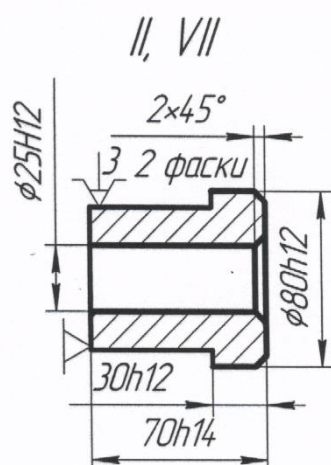

Рисунок 3-Операционный эскиз
3. Для токарной операции разработан операционный эскиз и заданы исполнительные размеры с допусками и требования по шероховатости обрабатываемых поверхностей (рис.3). Обработка каждой поверхности однократная.